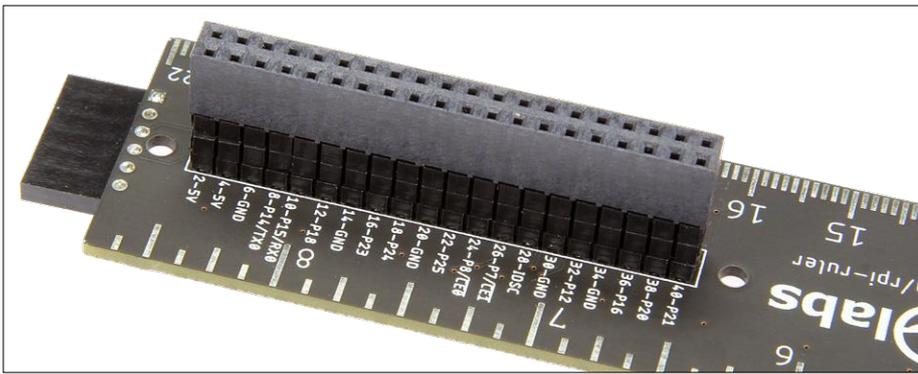

Figure 3. Pour un branchement sur un Raspberry Pi « normal », ce connecteur doit faire au moins 16 mm de haut.
- Utilisez une embase de 16 mm de haut (ou plus) comme connecteur d'extension pour le Raspberry Pi, car la règle doit passer par-dessus le connecteur USB du RPi (fig. 3). Cette remarque ne concerne pas le Raspberry Pi Zero qui n'a pas de connecteurs hauts.
Figure 3. Avec un mélangeur standard, des problèmes surviennent lorsque la fréquence LO est trop proche de la fréquence RF. Le signal de sortie franchit alors la limite de 0 Hz et son spectre est replié du continu à la moitié de la bande passante, ce qui écrase son contenu.
Que se passe-t-il si vous continuez à réduire la fréquence LO, en la rapprochant encore de  $F_{RF}$  ? Une partie du spectre FI passera dans des fréquences... inférieures à 0 Hz. Malheureusement, les fréquences négatives n'existent pas, donc ce spectre sera « replié » du côté des fréquences positives. Continuez et réglez  $F_{LO}$  exactement à la fréquence  $F_{RF}$ . Le signal FI sera alors théoriquement centré sur  $F_{FI} = F_{LO} - F_{RF} = 0$  Hz. La bande occupée sera de 0 Hz à  $BW/2 = 10$  MHz... et le signal sera complètement inexploitable puisque les deux parties du spectre seront repliées l'une sur l'autre (**fig. 3**). Donc tout ça ne sert à rien ? Détrompez-vous ! Il y a même un nom pour une telle architecture où l'oscillateur local est calé sur la fréquence du signal RF : on parle d'architecture « zero-IF ». Il doit donc y avoir une astuce pour éviter ce problème de repliement de spectre...